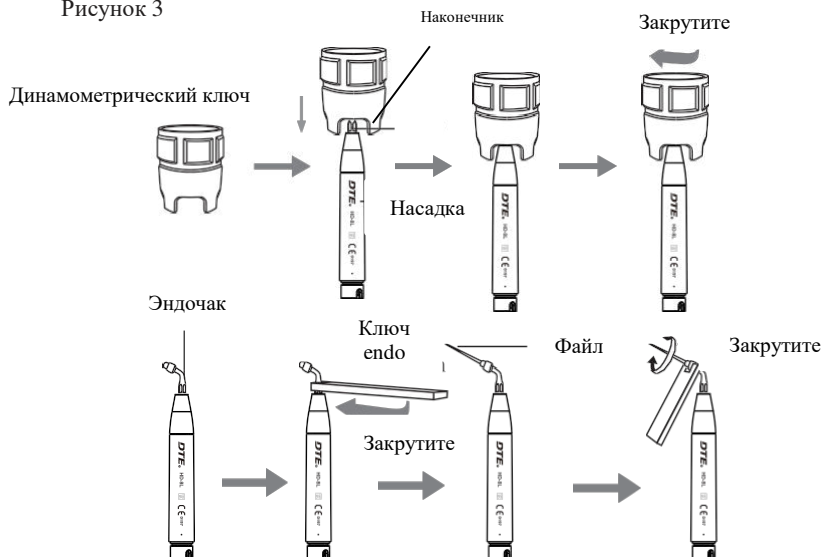

Рисунок 4
2.1.5 Выберите нужную вам насадку и туго завинтите ее на наконечнике с помощью динамометрического ключа (Рисунок 4)
Наконечник открутился из-за вибрации	Вверните насадку в наконечник до конца (Рисунок 4).